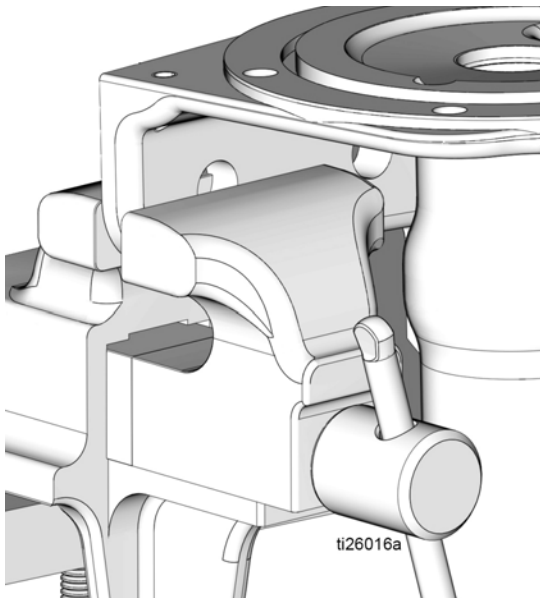

FIG. 30
1. Limpie la base de la bomba (1) con un paño limpio y elimine cualquier resto de suciedad o contaminantes. Inspeccione la superficie en busca de residuos y/o daños. Cambie la bomba si está dañada la base.
2. Si fuera necesario, vuelva a colocar la base de la bomba (1) en el tornillo de banco como se observa en FIG. 30.